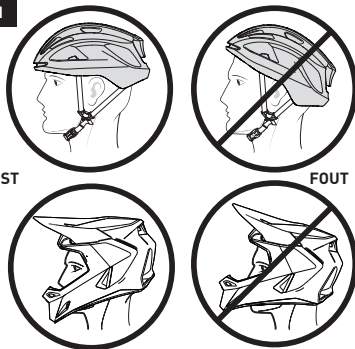

FIG. 1.1
Een helm moet mooi aansluiten, zonder dat deze oncomfortabel vastzit. Zet de helm op uw hoofd, zoals weergegeven in Fig. 1.1 (JUIST), zodat deze laag op uw voorhoofd zit, maar ook niet te laag zodat de helm uw gezichtsveld niet belemmert. Fig. 1.1 (FOUT) toont een helm die zich te ver naar achteren bevindt en het voorhoofd van de fietser blootstelt. Draag uw helm altijd laag aan de voorkant en horizontaal om het voorhoofd te beschermen, omdat
- Met de kinband vastgegespt en de helm juist geplaatst, zoals weergegeven in Fig. 1.1 **JUIST**, moet de kinband stevig tegen uw kin en keel worden getrokken wanneer u uw mond opent.